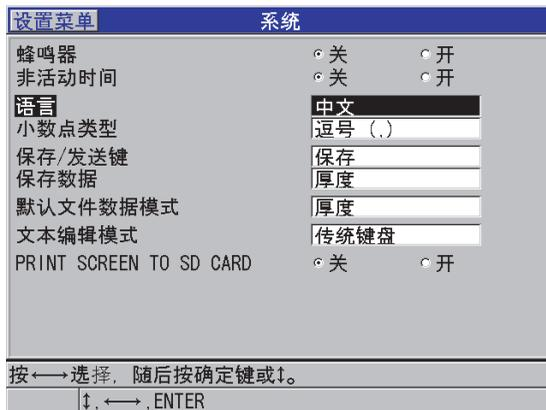

图 4-1 选择用户界面语言
3. 在 **系统** 屏幕中（参见第 46 页的图 4-1）：